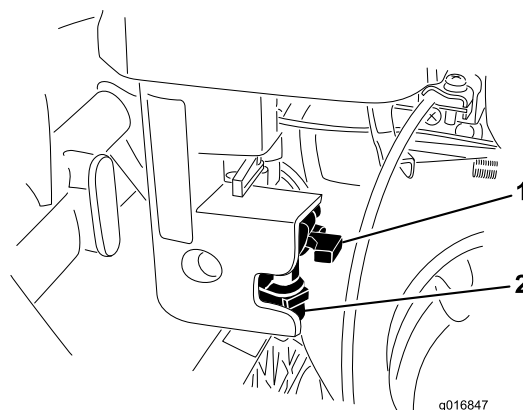

Figura 37
1. Cierre la válvula de cierre del combustible y desenrosque el portafiltro del cuerpo del filtro (Figura 37).